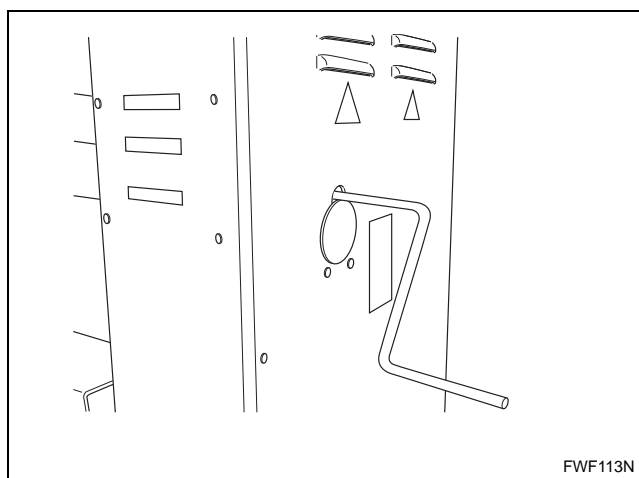

Figura 16
- c. Gire o rolo com a manivela manual. Consulte *Figura 16*.